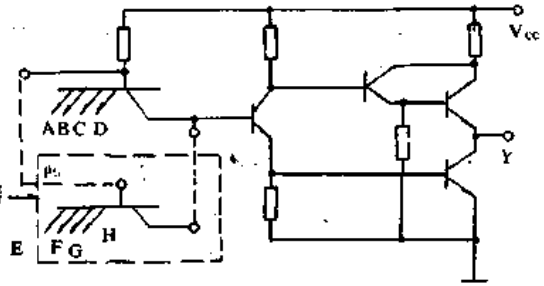

图 30-7
②TTL、HTL 电路的扇出扇入使用也应在电路的允许范围之内。在实际应用中,当逻辑门的输入端不满足需要时,可以选用带扩展输入端的电路,用外加扩展器的办法来解决。不过这将对电路传输延迟有较大影响。目前一般采用逻辑变换,用其它电路来解决。与扩展器电路,参看图 30-7。